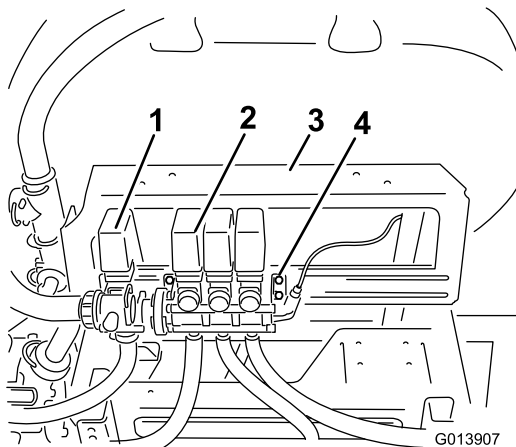

図 3
1. ブームバルブ・アセンブリを取り付けブラケットに固定しているボルトをゆるめる（外さないこと）（図 3）。